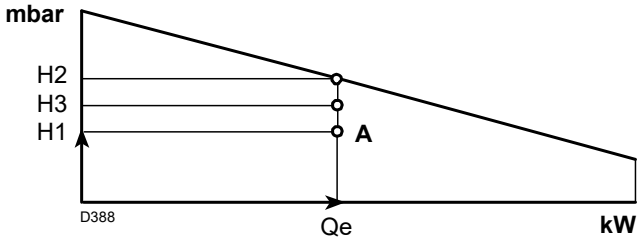

Fig. 3
- 4 Trazar una vertical desde el **punto A** (Fig. 3), y encontrar la máxima presión "**H2**" del campo de trabajo.
- Si "**H3**" es mayor que "**H1**" (Fig. 3), el quemador puede suministrar el caudal requerido.